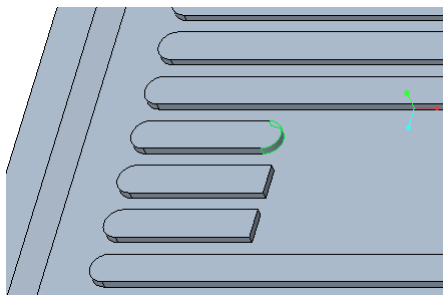

图 5-121 创建一处完全圆角特征
(4) 在“倒圆角”选项卡中单击  (完成) 按钮, 创建的完全圆角特征如图 5-121 所示。